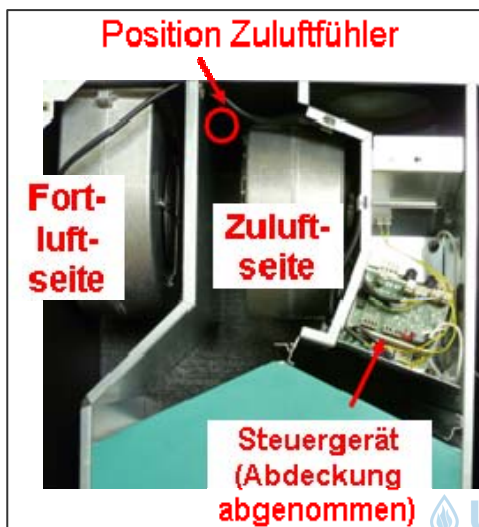

Bild 1
- 1) Das Lüftungsgerät vom Stromnetz trennen. Den Gerätedeckel und das Abdeckblech des Steuergerätes (Bild1) abnehmen.
- 2) Position des Zuluftfühlers im Gerät (Bild 1)